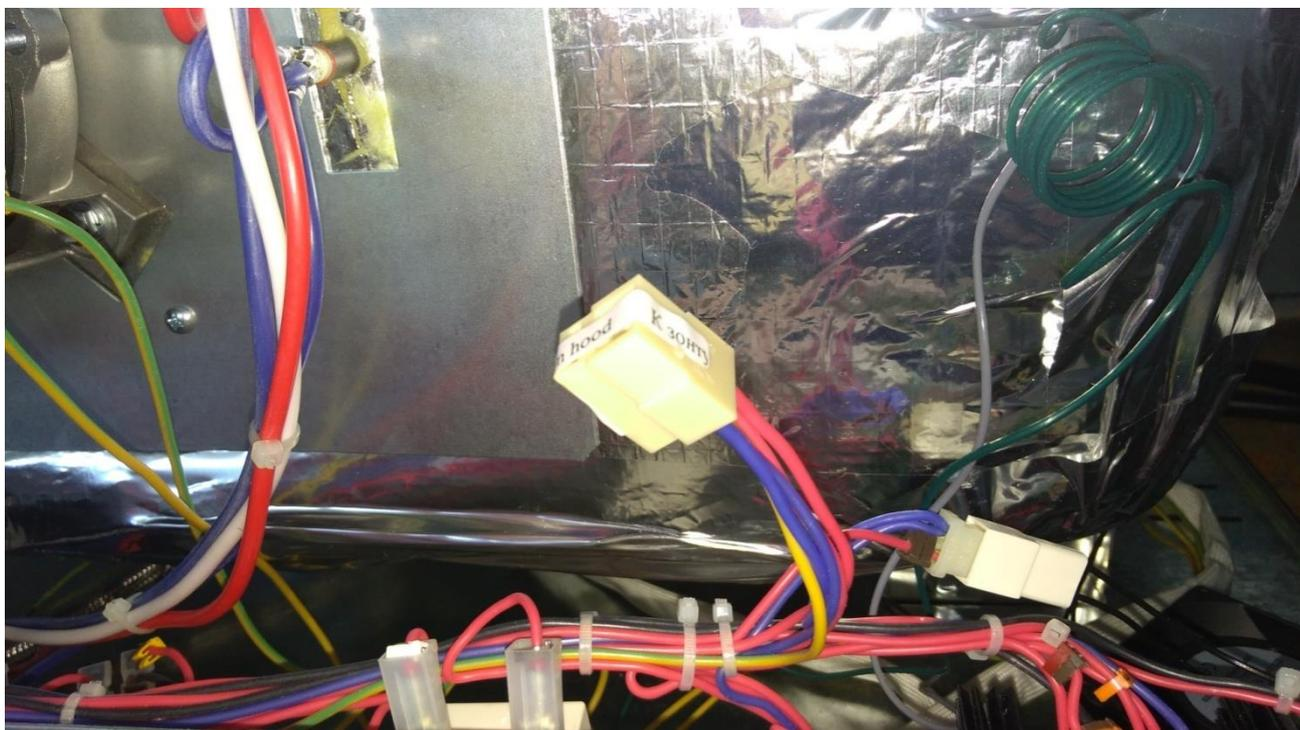

Рис. 6
4. Коричневый (красный), синий и желто-зеленый провода шнура питания зонта с наконечниками (Шз) установить в колодку 45.7373.9006 из комплекта, при этом соблюдая цветовое соответствие проводов шнура питания в колодке 45.7373.9006 проводам колодки 45.7373.9005 печи (Рис. 6) (желто-зеленый провод шнура питания должен соединяться с желто-зеленым проводом печи, синий провод шнура питания с синим проводом печи и т.д.);